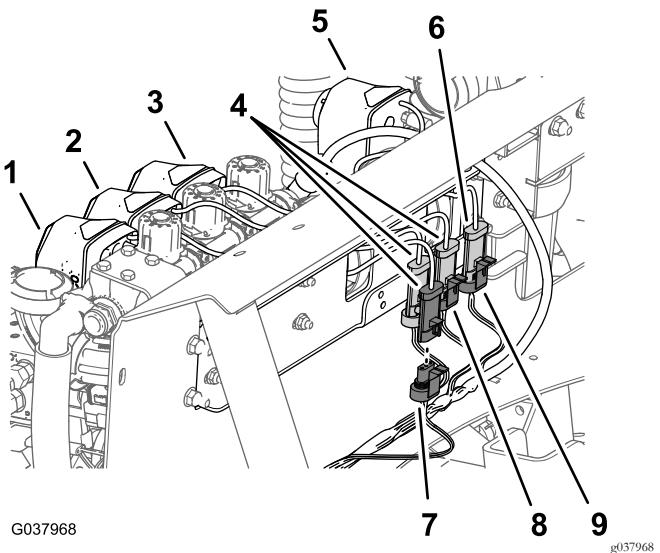

Figura 114
1. Collegate il connettore a 3 pin per l'attuatore della valvola dell'agitatore al connettore a 3 prese indicato come VALVOLA DELL'AGITATORE della diramazione da 76 cm (30 poll.) del cablaggio preassemblato (Figura 114).